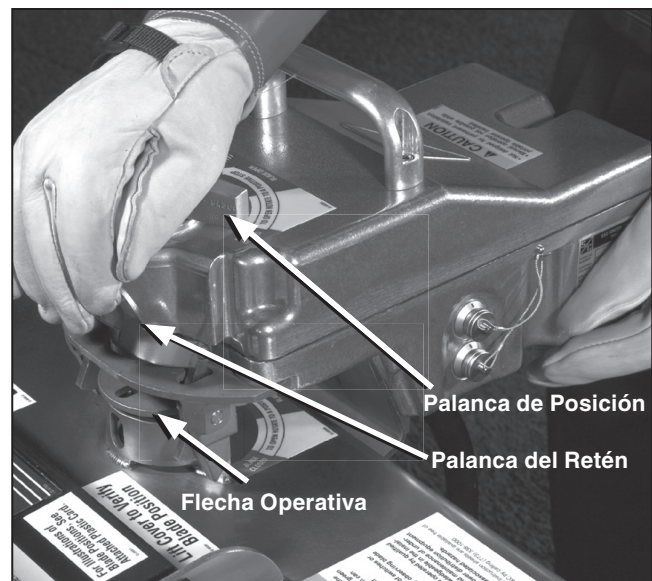

Figura 4. Colocando del moto operador portátil en la flecha operativa.
**PASO 3.** Mientras sujeta la palanca del retén en la posición **Open (Abierto)**, eleve el moto operador portátil y colóquelo en la flecha operativa del equipo. Vea la Figura 4.